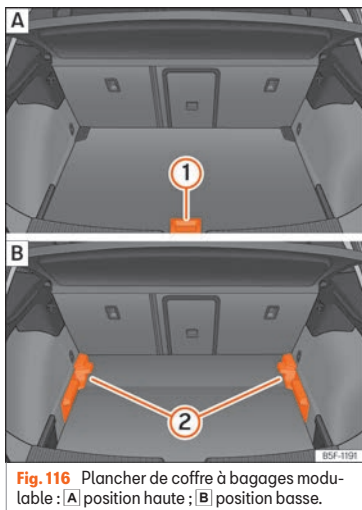

Fig. 116 Plancher de coffre à bagages modulaire : [A] position haute ; [B] position basse.
- Pour passer de la position basse en position haute, relevez le plancher avec la poignée » » fig. 116 ①, tirez-le vers l'arrière jusqu'à ce que la partie avant du plancher dépasse complètement les supports ②.
- Déplacez le plancher vers l'avant sur ces derniers jusqu'à ce qu'il bute contre le dossier de la banquette arrière et ensuite, abaissez le plancher avec la poignée ①.
- Pour passer de la position haute en position basse, relevez le plancher avec la poignée » » fig. 116 ①, tirez-le vers l'arrière jusqu'à ce que la partie avant du plancher dépasse complètement les supports ②.
- Lorsque le plancher modulaire se trouve en position haute, relevez-le à l'aide de la poignée » » fig. 116 ①, tirez-le et repoussez-le vers le dossier de la banquette arrière jusqu'à ce qu'il se plie au niveau de la charnière et que sa partie mobile repose contre le dossier.